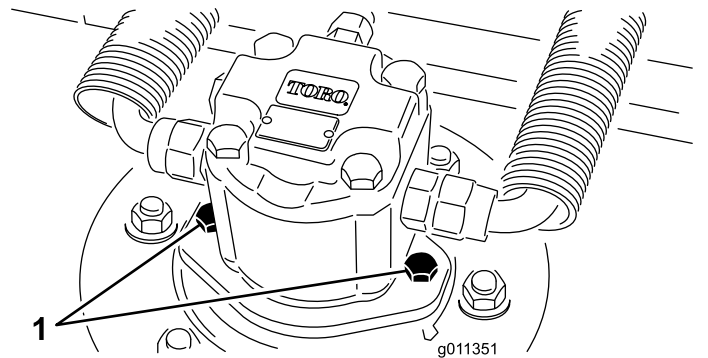

Bild 124
2. Schließen Sie den Hydraulikmotor vom Mähwerk ab und nehmen ihn ab (Bild 124). Decken Sie die Spindeloberseite ab, um einer Verunreinigung vorzubeugen.
3. Montieren Sie den Hydraulikmotor am Mähwerk (Bild 124). Stellen Sie sicher, dass sich der O-Ring unbeschädigt in seiner Position befindet.